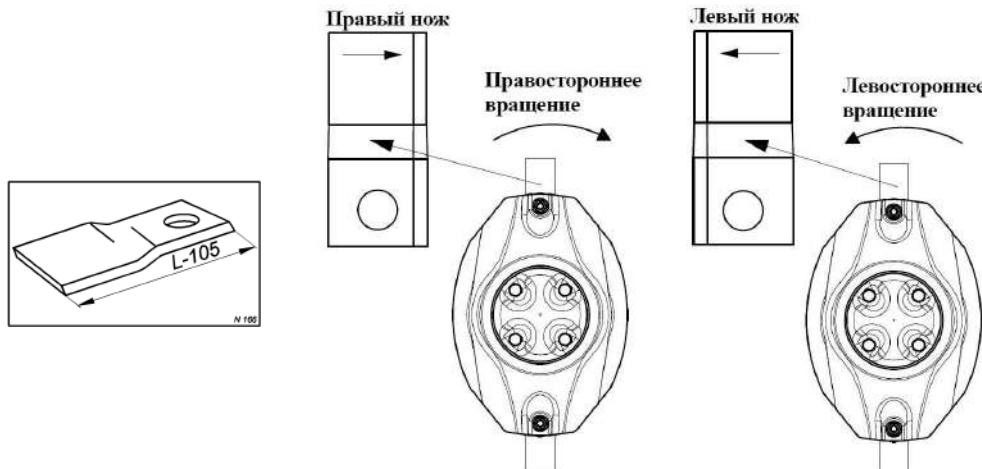
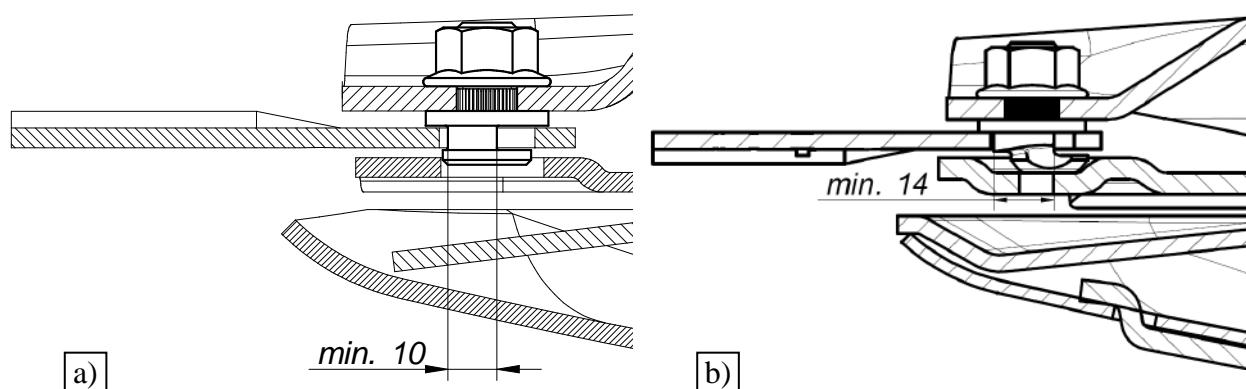
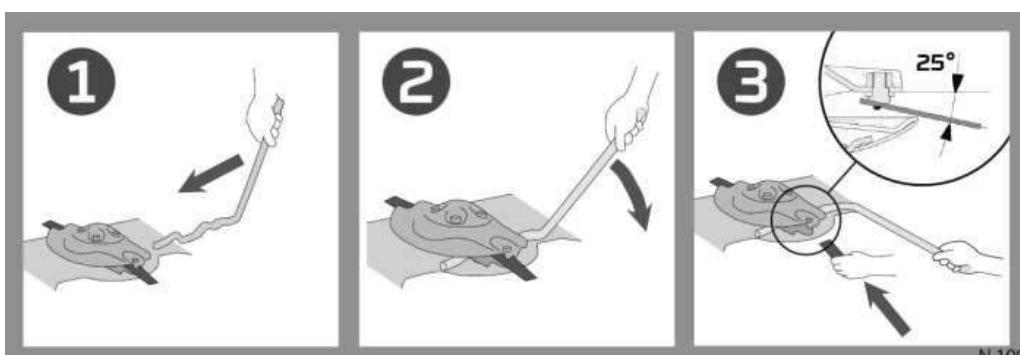

Рис. 18. Схема монтажа режущих ножей
Рис. 19. Допустимый износ стержня держателя ножей в диске
Рис. 20. Быстрая замена ножей
Ножи следует монтировать согласно нижеприведенным схемам Рис. 18, Рис. 20. Режущие ножи следует устанавливать согласно правилу, что нож после скошения травы должен подбрасывать её вверх (режущая кромка должна быть установлена ниже).
Оправа ножа не должна иметь обтирок больше чем указанные на Рис. 19. Чрезмерная обтирка квалифицирует оправу к замене.
Изношенные или поврежденные ножи следует безусловно заменить новыми согласно схеме на Рис. 20. Ножи следует заменять по парам, для сохранения баланса диска. При замене следует тщательно осмотреть оправу ножа. В случае износа оправы ножа (Рис. 19), следует безусловно заменить обеи оправы новыми.
С целью установки ширины покоса следует совершить регулировку скребков покоса (1) (**Рис. 19**) (касается **KDC W**):
- расслабить болт с ухом (2) скребка покоса,
- установить скребок покоса (1) в зависимости от потребности,
- докрутить болт (2).